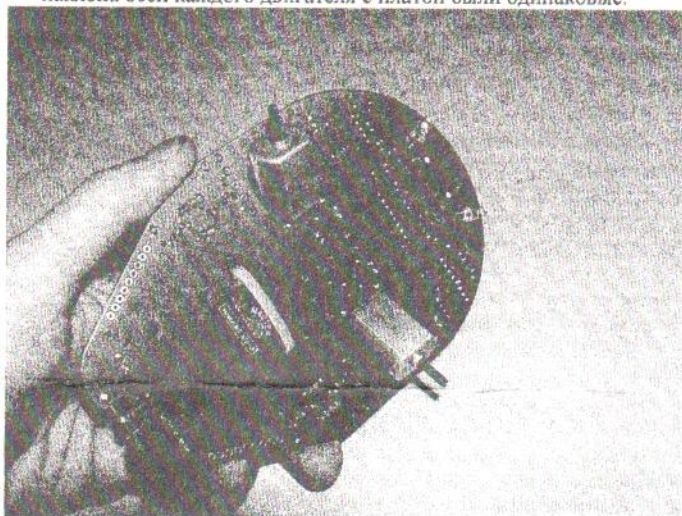

Рис.3 Установка двигателей
5. Закрепите двигатели на плате, используя луженый провод. Перемычки закрепляются при помощи пайки. Чтобы правильно установить двигатели, цветные метки (ЦМ) возле выводов двигателя должны быть сориентированы вперед по ходу движения робота. Внимательно рассмотрите Рис. 1 и Рис. 3 чтобы понять принцип работы. Внимательно рассмотрите Рис. 1 и Рис. 3 чтобы понять принцип работы. Постарайтесь, что бы углы наклона осей каждого двигателя с платой были одинаковыми.